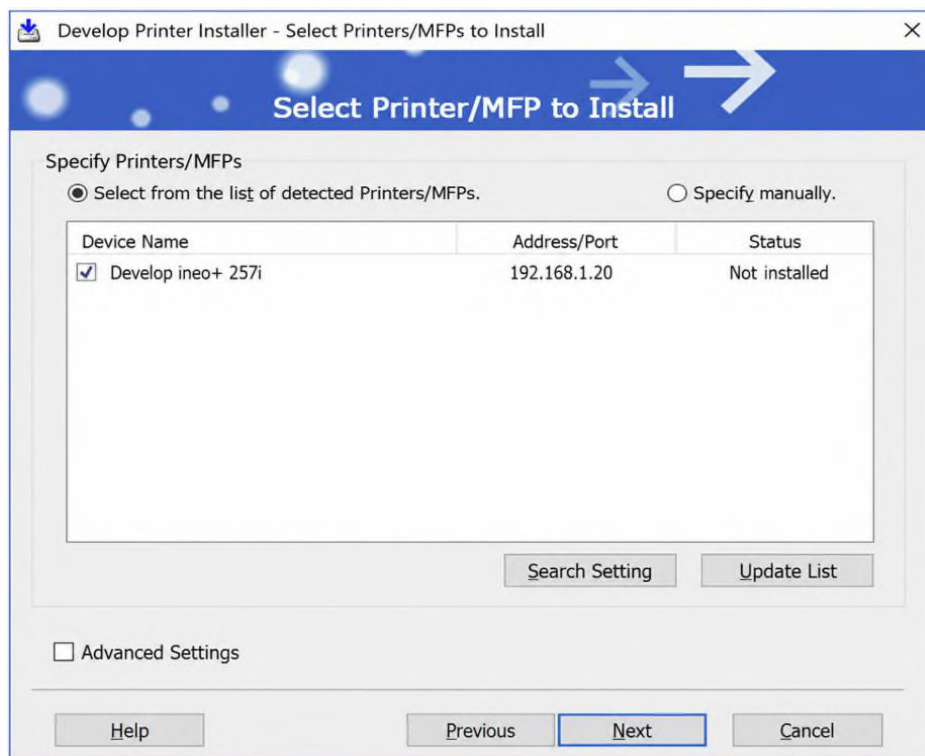

Рисунок 2.2 – Вибір потрібного БФП
3. Після цього інсталятор виконає пошук підключених пристроїв. Із переліку знайдених моделей необхідно вибрати потрібний БФП Develop ineo+ 257i (див. рис. 2.2). Якщо пристрій не виявлено автоматично, рекомендується перезапустити його. Якщо й після цього модель не відображається у списку, потрібно скористатися функцією [Specify manually] і вручну вказати IP-адресу або ім'я вузла пристрою.